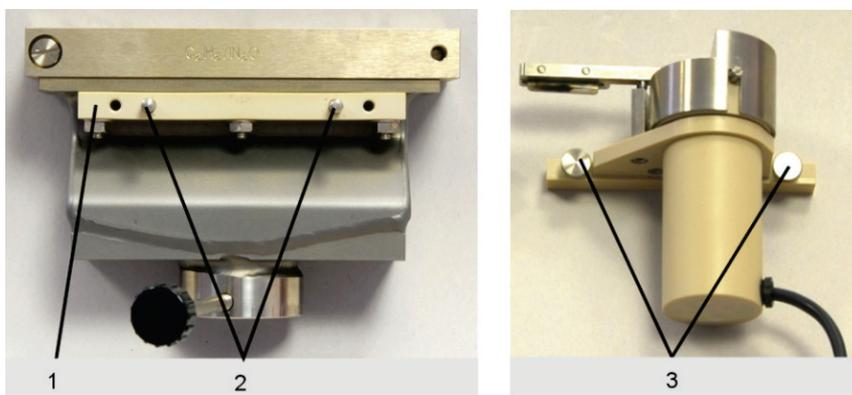

Fig. 49 Riel de montaje / tornillos moleteados en el raspador
2. Desatornille la guía de fijación (1 en Fig. 49) con tornillos moleteados (3 en Fig. 49) del raspador.
3. Monte el riel de montaje en el cuerpo del mechero, como se muestra en Fig. 49. Utilice para ello los tres tornillos largos de titanio y las tuercas suministrados. Pase
Inserte el raspador en los pasadores de guía del riel de montaje (2 en Fig. 49) y fíjelo con los tornillos moleteados (3 en Fig. 49).